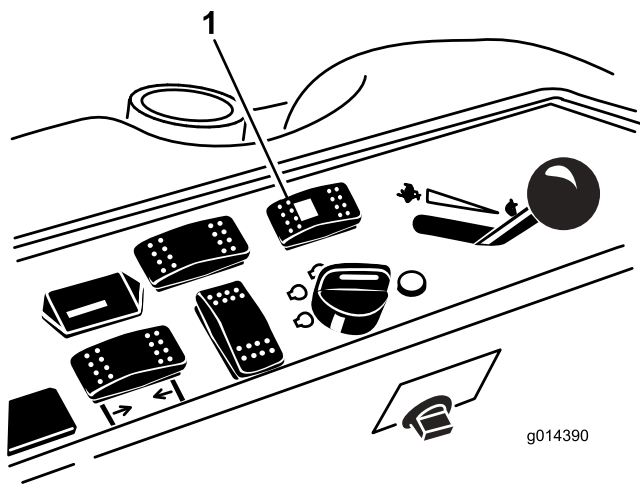

Figura 43
1. Pressione o interruptor do seletor de tração (tração às quatro rodas) para posição traseira (Figura 43).